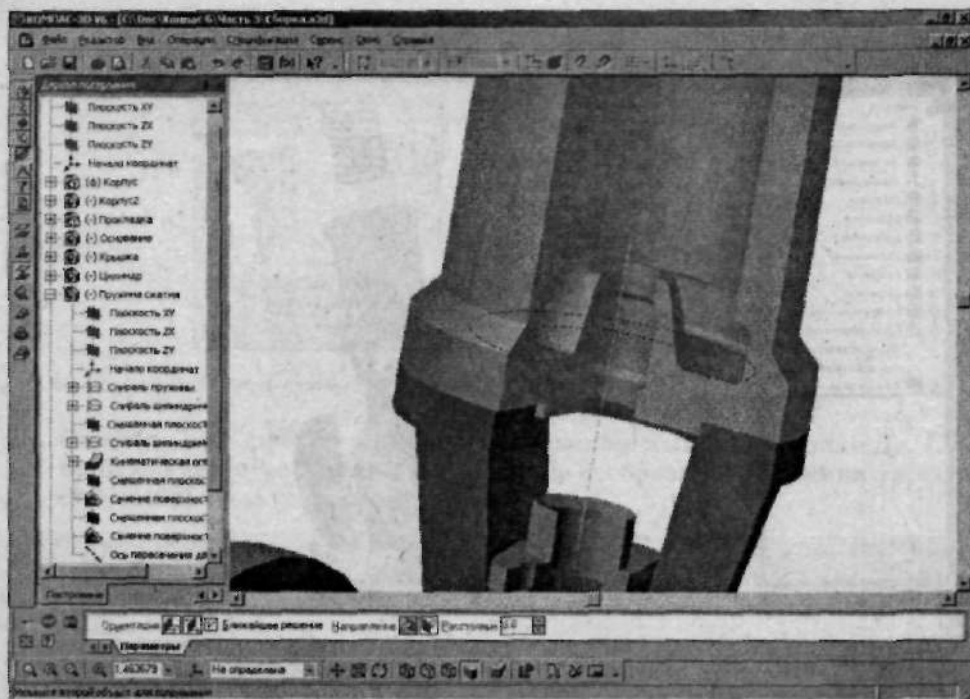

Рис. 3.49. Выделите нижнюю горизонтальную поверхность Цилиндра
25. Необходимо, чтобы пружина опиралась на нижнюю внутреннюю поверхность **Цилиндра**. Поэтому выделите эту часть как показано на рис. 3.49.